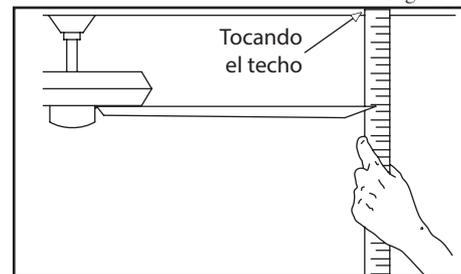

Figura 12
2. La mayoría de los problemas de oscilación del ventilador se deben a que las aspas no están al mismo nivel. Verifica este nivel seleccionando un punto en el techo sobre la punta de una de las aspas. Mide desde un punto en el centro de cada asa al punto en el techo. Mide esta distancia como se muestra en la Figura 12. Gira el ventilador hasta que la próxima asa quede en posición para medir. Repite el procedimiento para cada asa. Las desviaciones de la medición no deben pasar de 3.2 mm. Enciende el ventilador por 10 minutos.